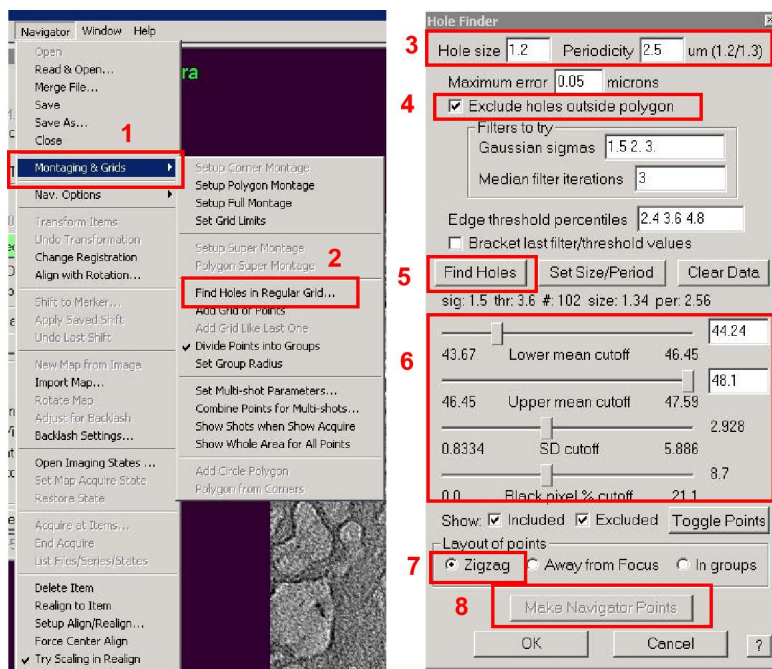

图 28
**5.2 选孔:** 如图 28 所示, 在功能栏中找到 Navigator 选项, 点击 Montaging & Grids 选项, 点击 Find Holes in regular Grid 选择, 打开的界面如图 28 图所示, 根据 Grid 实际大小输入 Hole size (1.2), 孔间距 (2.5), 勾选 Exclude holes outside polygon, 然后点击 Find Holes, 若弹出对话框, 则点击 Go on, 等待一分钟, 等全部选完点, 选择 Layout Points 方式为 Zigzag。点击 Make Navigator Points。
注意: 图 28 区域 6 中, 可根据需要拖动阈值, 选择合适的 hole, 若是全选, 建议将 Lower